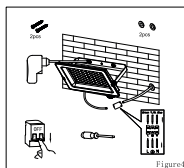

Figure4
4. Fissare la vite nel foro di installazione, collegare il cavo di cablaggio (H05RN-F3G1.5mm² diametro esterno consigliato) con il cavo di ingresso del prodotto attraverso la scatola di giunzione impermeabile. (fig.4)